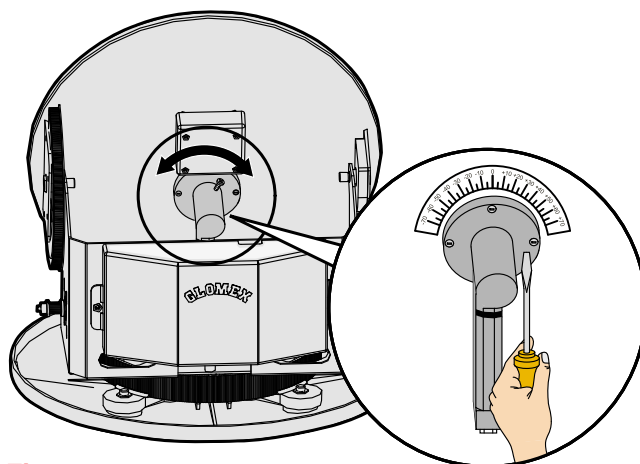

Fig. 24
- desserrer les 4 vis pour le fixage du LNB au disque (voir **Fig. 24**) et déplacer manuellement le disque, en recherche du paramètre de la qualité du signal du récepteur numérique utilisé comme référence pour un calibrage correct (se référer au manuel du récepteur). Il n'est pas nécessaire de modifier le calibrage si le bateau reste dans la même zone et reçoit la transmission du même satellite.